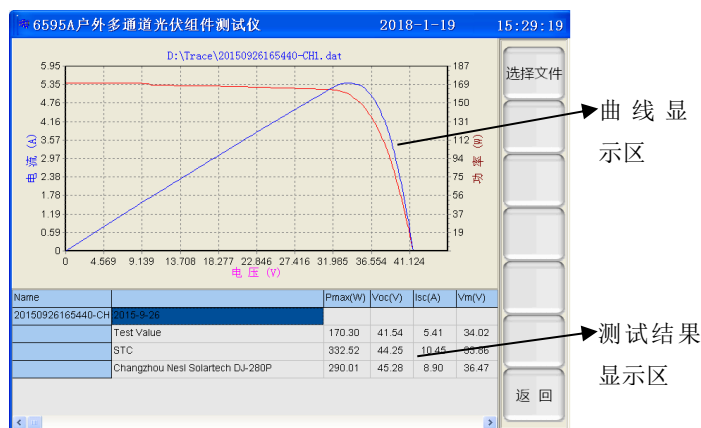

图 4.12 IV 测试曲线文件读取示意图
- **【读取】**：按下此菜单项对应的按键，则将读取当前文件列表中光标条选中的文件，将文件中保存的测试曲线和测试结果显示在界面上，同时返回到文件读取的主页面，如图 4.12 所示。